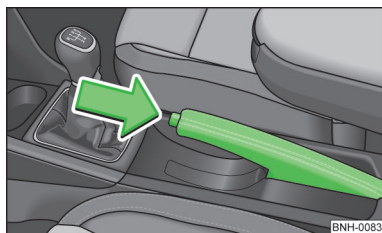

Fig. 89
- » Trageți puțin în sus maneta frânei de mână și apăsați **simultan** butonul de blocare » fig. 89.